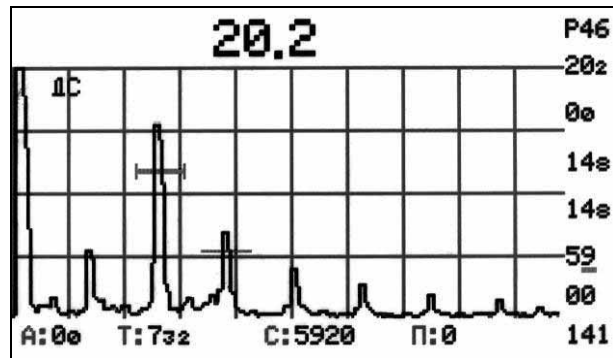

Рисунок 91 - Настройка в режиме «Два строба».
6.4.2.3 Для определения толщины контролируемого изделия основной строб установить на донный сигнал, строб «ДС» - на следующий донный сигнал и нажав клавишу «7» перейти в режим «ДС» (см. рисунок 91). Значение толщины (в примере 20,2 мм) определяется из времени от сигнала в рабочем стробе до сигнала в стробе «ДС». При расчёте толщины используется значение скорости ультразвуковой волны, установленное в текущей настройке согласно п.6.1.1.5.2.